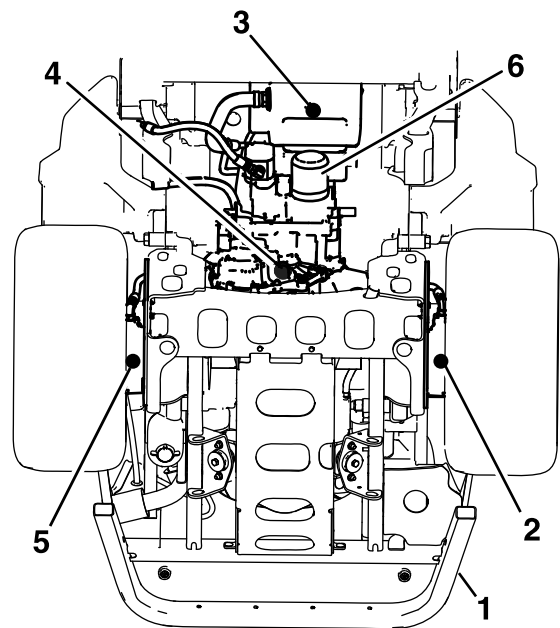

Figura 70
4. Coloque un recipiente de vaciado grande debajo del depósito de fluido hidráulico, el alojamiento de la transmisión y los motores de rueda izquierdo y derecho (Figura 70).
5. Retire los tapones de vaciado de cada zona y deje que se drene el fluido hidráulico (Figura 70).
6. Limpie la zona alrededor del filtro de fluido hidráulico y retire el filtro (Figura 70).